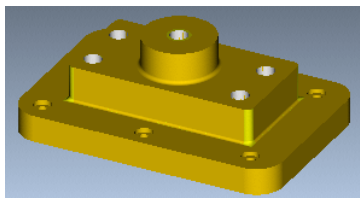

图 4.1.47 动态仿真
Step1. 在“铰孔”操控板中，单击 按钮，系统弹出“VERICUT 7.1.5 by CGTECH”窗口，单击 按钮，运行结果如图 4.1.47 所示。